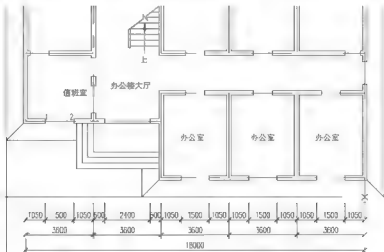

图 3.49 指定第二条尺寸界线原点
(3) 在指定第二条尺寸界线原点或 [放弃(U)/选择(S)] <选择>：提示下，将光标向右上拖动，捕捉如图 3.49 所示的第 6 根轴线的散点线处，作为第二条尺寸界线原点。